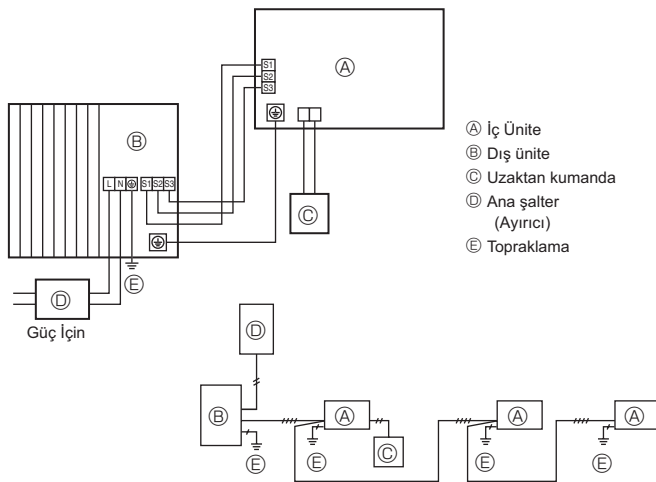
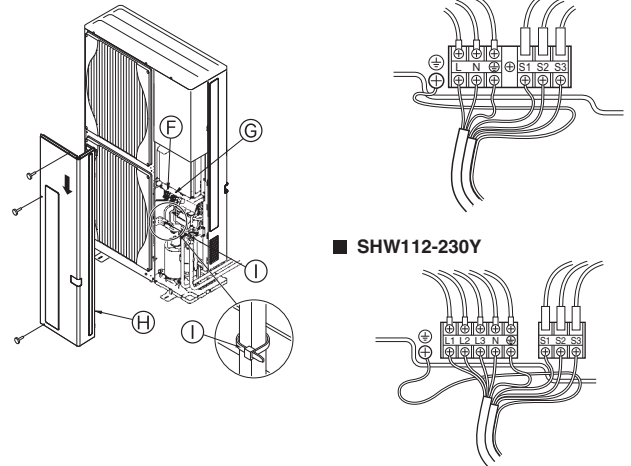

Fig. 7-1
Fig. 7-2
7.1. Dış ünite (Fig. 7-1, Fig. 7-2)
- Fig. 7-1 ve Fig. 7-2'ye bakarak kabloları bağlayın.